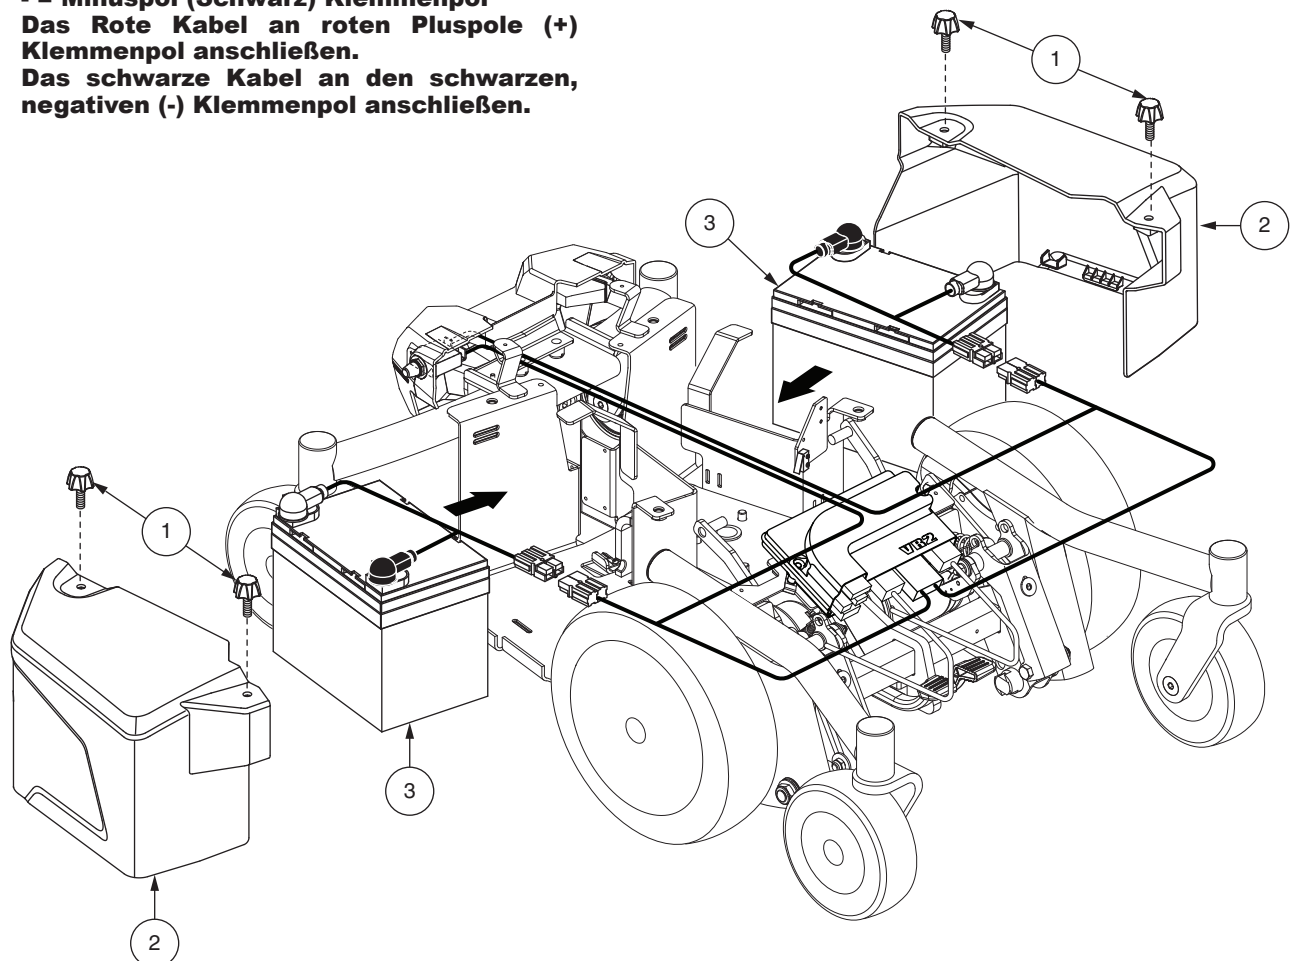

Bild 17. Austauschen der Batterien (Sitz nur zum Zweck der Verdeutlichung nicht gezeigt)
4. Lösen Sie die Rändelschrauben an der Seiten der Motorhalterung und entfernen Sie die Seitendeckel. **Siehe Bild 17.**
5. Trennen Sie die Batteriekabel von der Antriebsbasis. **Siehe Bild 17.**
7. Ziehen Sie die Batteriekabel von den alten Batterien ab und bringen Sie sie an den neuen Batterien an. Achten Sie darauf, dass die Befestigungselemente richtig ausgerichtet sind. **Siehe Bild 17.**
8. Setzen Sie die Batterien in die Antriebsbasis. Achten Sie darauf, dass die Anschlüsse jeweils zur Außenseite der Antriebsbasis gerichtet sind. **Siehe Bild 17.**